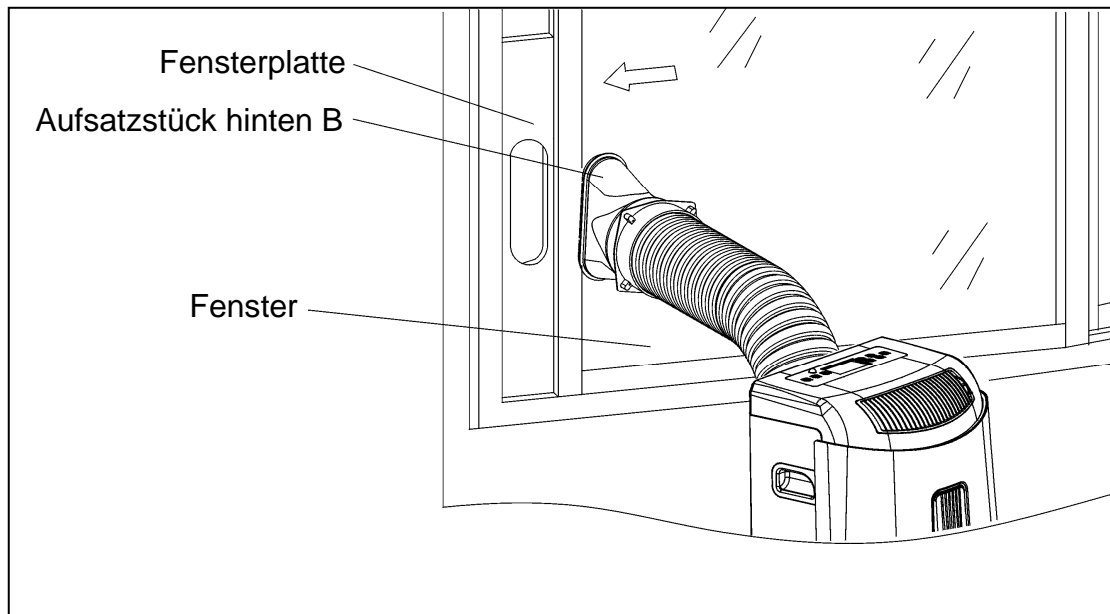

Abb. 5
3. Das andere Schlauchende (Auslass) nach Abb. 5 oder 6 ins Fenster herausführen.